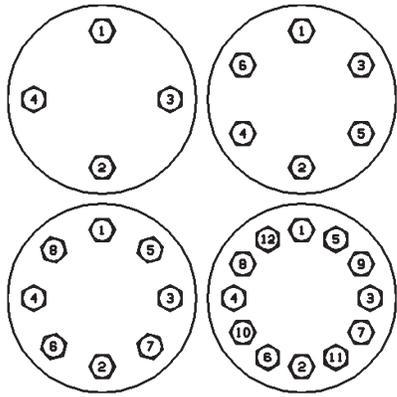

Figura 22: Sequenza di serraggio
3. Serrare uniformemente i dadi di corpo (B014) applicando la coppia in incrementi e le sequenze come definito in Tabella 6 e Figura 22.